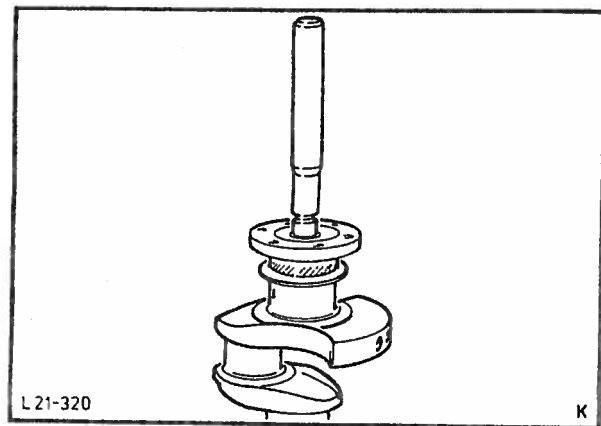

Fig. 57 Press inn veivakselens nålelager.
28. Press nålelageret (tetningsringen vendt utover) inn i veivakselen med spesialverktøy 21-067, fig. 57.